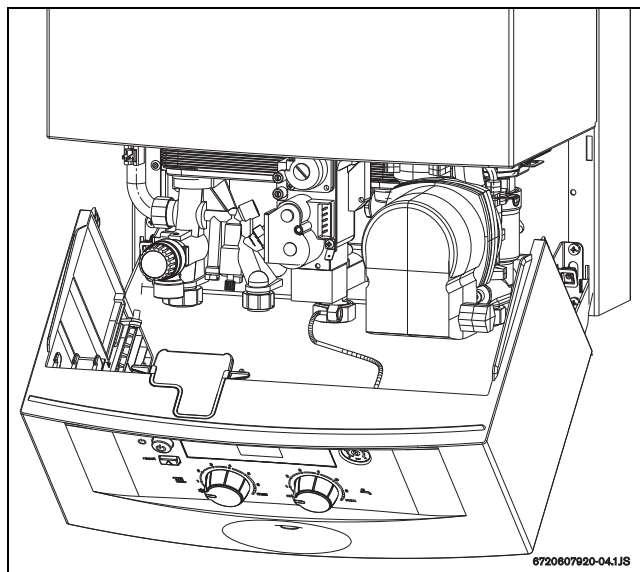

Fig. 24 Posición de servicio para el ajuste del gas
- ▶ Colocar el panel de mandos en la posición de servicio (ver Fig. 24).